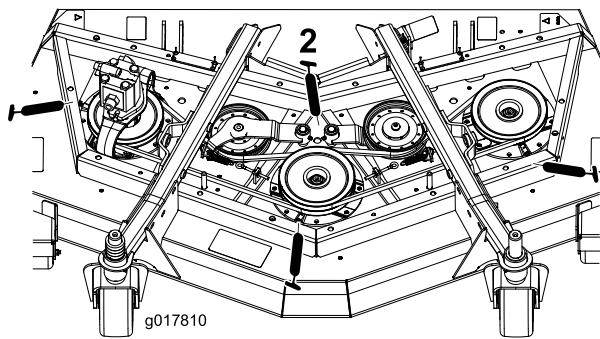

Figura 66
- Três rolamentos do eixo – localizados debaixo da polia (Figura 66)
- Casquilhos da articulação do braço intermédio (Figura 66)